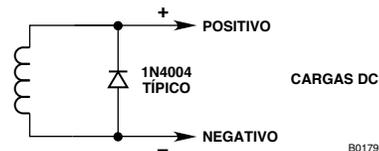

Figura 6 — Supressão de transientes para cargas indutivas
- Figura 6 — Supressão de transientes para cargas indutivas
Relés externos, solenoides, motores ou outros dispositivos que podem causar transientes indutivos devem ter seus transientes suprimidos. Instale um diodo entre os terminais da bobina para dispositivos CC. Consulte a Figura 6.